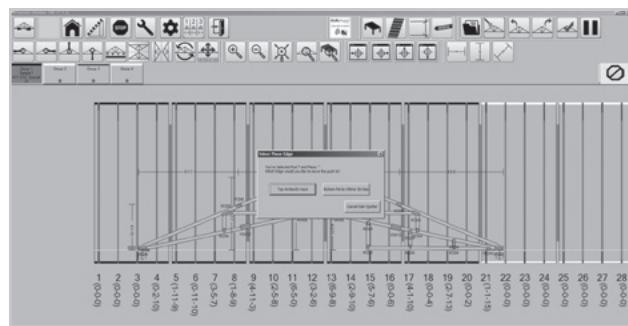

Figura 50
3. Aparecerá una ventana emergente con dos opciones: Canto superior o inferior (figura 50).